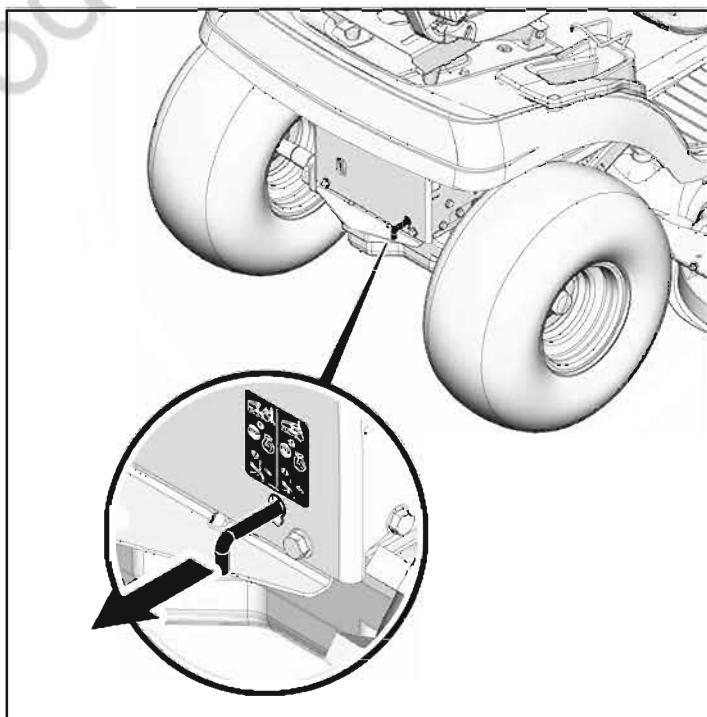

Рисунок 7
- Выдвиньте рычаг примерно на 6 см (2 2/8 дюймов), чтобы расцепить трансмиссию (см. Рис. 7).